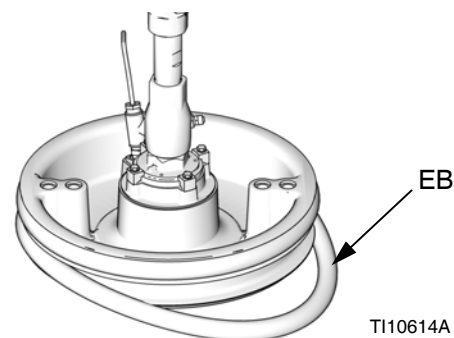

FIG. 20
1. Con una herramienta de madera o plástico para evitar dañar el rascador (EB), limpie todo el material de las ranuras de la junta
2. *Trabajando desde abajo*, incline un rascador (EB) sobre la parte trasera del plato. Consulte la FIG. 20.
3. Inserte el rascador (EB) en la ranura superior y haga correr la parte delantera del rascador en la ranura.
4. Inserte el segundo rascador (EB) en la ranura inferior y haga correr la parte delantera del rascador en la ranura.